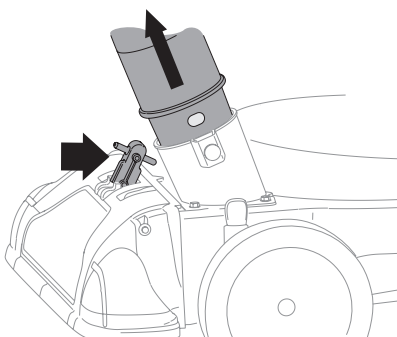

Figura 11
1. Coloque la palanca del pico / manguera de la aspiradora en la posición superior del pico para aspirar a través del mismo. Vea la Figura 11.
2. El perno con resorte debe estar en el primer orificio (el más cercano al final del tubo) del adaptador de la manguera para operar el pico de la misma. Vea la Figura 11.